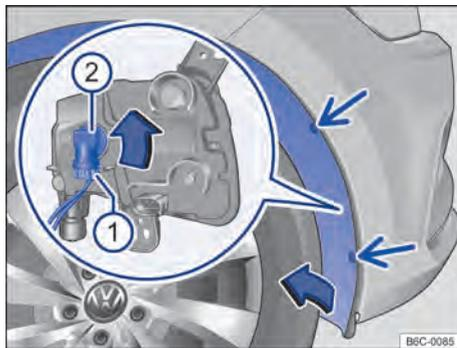

Fig. 187 Na caixa de roda dianteira: acesso à lâmpada incandescente do farol de neblina.
- ① Observar a lista de controle e executar as ações → Página 244.
- ② Remover os parafusos de fixação do revestimento da caixa de rodas → Fig. 187 (setas) com o auxílio de uma chave de fenda.
- ③ Pegar o revestimento da caixa da roda pelos cantos entre os furos dos parafusos de fixação soltos e pressionar um pouco para o lado interno do veículo, para poder soltar o clipe de dentro.
- ④ Rebater com cuidado o revestimento da caixa de roda para o lado.
- ⑤ Retirar o conector de alimentação da lâmpada → Fig. 187 ①, pressionar, ao mesmo tempo, a trava de fixação do conector. ►
- 6 Girar o soquete da lâmpada → Fig. 187 ②, no sentido anti-horário até o batente, e desencaixá-lo do alojamento.
- 11 Encaixar o conector de alimentação ① no soquete da lâmpada. o conector precisa encaixar audivelmente.
- 13 Recolocar os parafusos de fixação → Fig. 187 (setas) e apertá-los.